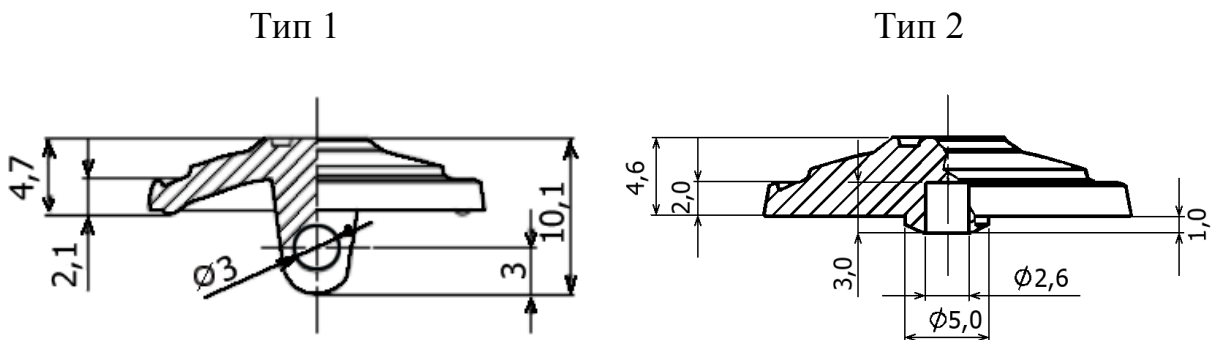

Рисунок 6
4.3.3 Параметри гудзиків діаметром 22 мм (Рисунок 6)